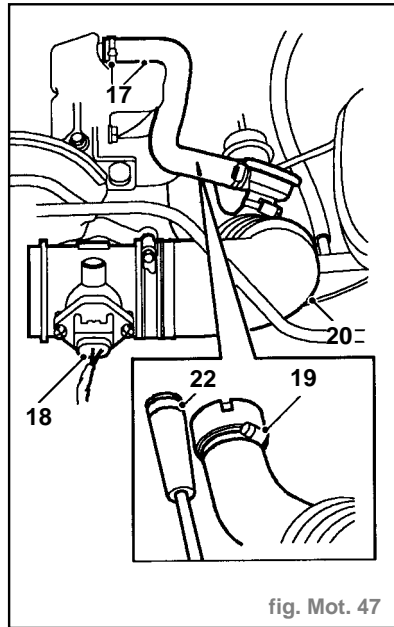

fig. Mot. 47
- Desserrer le collier (17) et débrancher le flexible de reniflard du couvercle d'arbre à cames (fig. Mot. 47).
- Débrancher la fiche multibroches (18) du détecteur de masse d'air.
- Desserrer le collier (19) et débrancher le tuyau d'admission d'air du turbocompresseur.
- Déposer le tuyau d'admission d'air (20) et le détecteur de masse d'air.
- Débrancher le tuyau (22) de détection de pression de suralimentation du turbocompresseur (fig. Mot. 47).